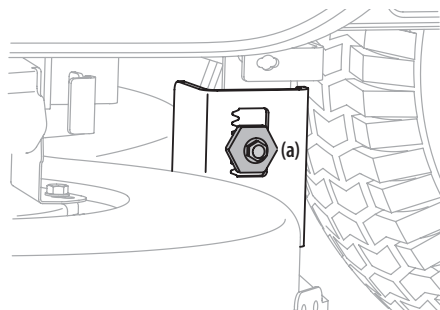

Figura 28
3. Debajo de los guardabarros traseros dentro de las ruedas, hay un perno de cabeza hexagonal de ajuste de elevación para cada lado de la plataforma. Consulte la Figura 28.
4. Afloje, pero NO extraiga, el perno de cabeza hexagonal (a) ubicado en el soporte de suspensión izquierda de la plataforma. Consulte la Figura 28.
6. Una vez logrado el ajuste correcto, ajuste el perno de cabeza hexagonal (a) del soporte de suspensión izquierda de la plataforma. Consulte la Figura 28.